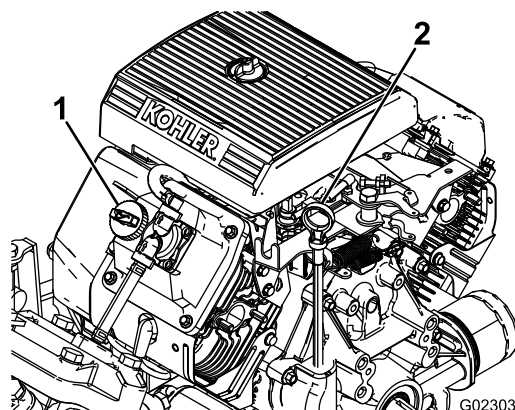

Figure 11
2. Retirez la jauge et essuyez-la sur un chiffon propre (Figure 11).
4. Si le niveau d'huile est trop bas, retirez le bouchon de remplissage du couvre-culasse (Figure 11) et versez la quantité d'huile nécessaire dans l'orifice pour amener le niveau au repère MAXIMUM sur la jauge ; voir Vidange de l'huile moteur et remplacement du filtre à huile \(page 50\) pour connaître le type d'huile et la viscosité qui conviennent.